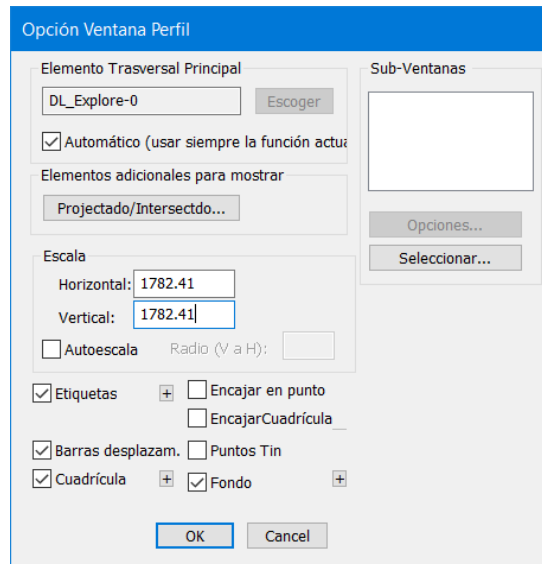

Figura 4-11: Opciones de Ventana de Perfil
- Haga clic derecho en la Ventana de perfil y seleccione *Ventana Activa (Perfil) Opciones* para abrir el cuadro de diálogo *Opción Ventana Perfil* como se muestra en la Figura 4-11 de abajo.